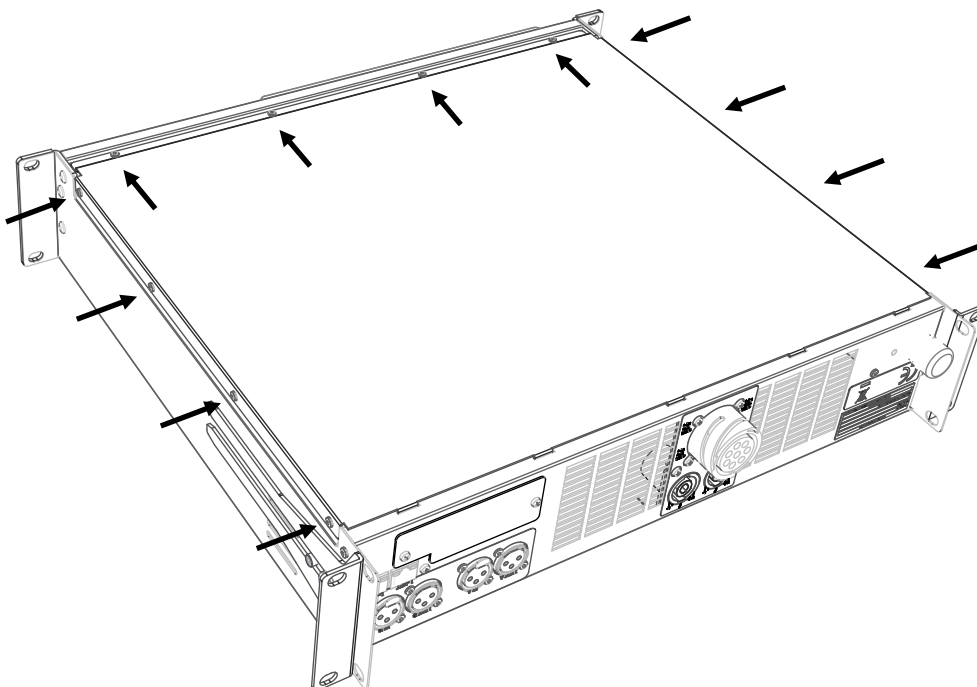

Figure 3 : Emplacement des vis du capot
7. Remettre le capot du contrôleur en place et visser les 12 vis Torx® dans les emplacements indiqués en Figure 3.